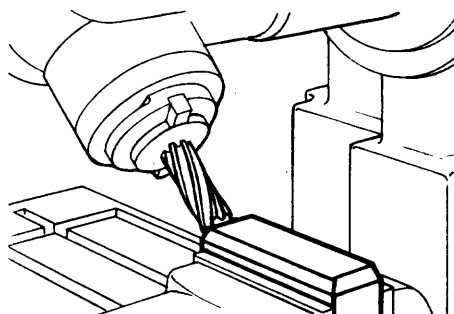

Fig. 5
1) Si el cabezal es vertical, tiene sólo una articulación, entonces, el material deberá mecanizarse por desplazamiento transversal únicamente (fig. 5).